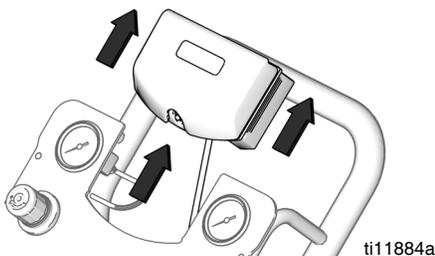

図 11. DataTrak の取り外し
3. ブラケットから DataTrak モジュールを取り外します。図 11 を参照してください。危険ではない場所にモジュールと接続されているケーブルを運びます。